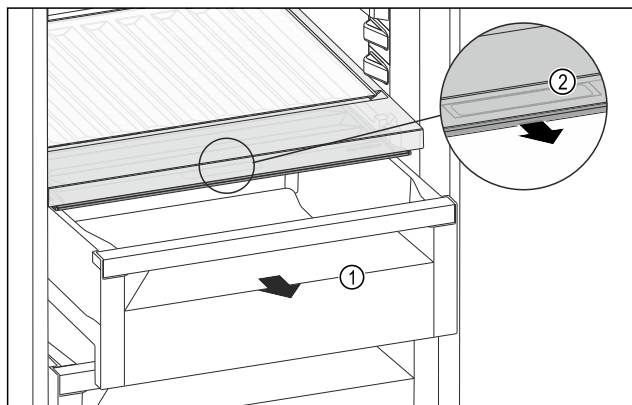

Fig. 214
- ▶ Витягніть висувний ящик Fig. 214 (1).
- ▶ Візьміться за потайну ручку Fig. 214 (2) на кришці відділення й одночасно потягніть кришку відділення вперед.